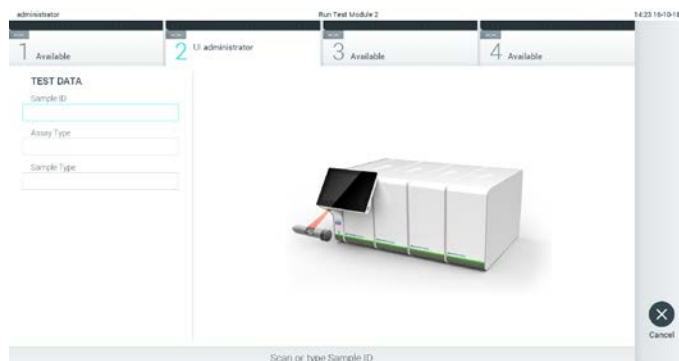

Figura 72. Lendo o código de barras de ID da amostra.
2. Quando solicitado, leia o código de barras de ID da amostra com o leitor de códigos de barras integrado no Módulo operacional (Figura 72).